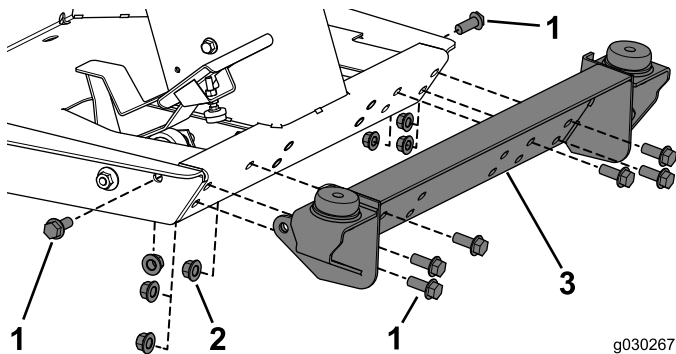

Bild 14
1. Befestigen Sie die vordere Befestigung mit acht Schrauben ($\frac{1}{2}$ " x $1\frac{1}{4}$ ") und acht Sicherungsmuttern an der Maschine (Bild 14).